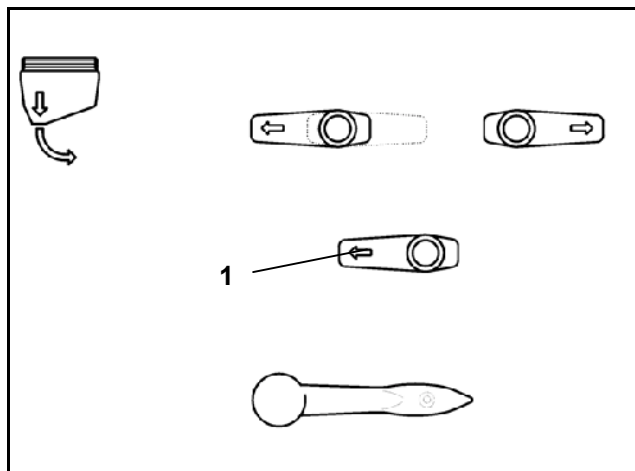

Fig. 7.8
- Pivotez les robinets multi-voies sur la position concernée, fig. 7.8.